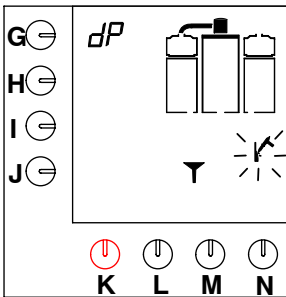

Fig. 16 O sistema de preparação de café irá solicitar a solução anti-cal
- Soará um sinal, o símbolo de martelo irá piscar e um funil irá surgir no visor. Consulte a fig. 16 .